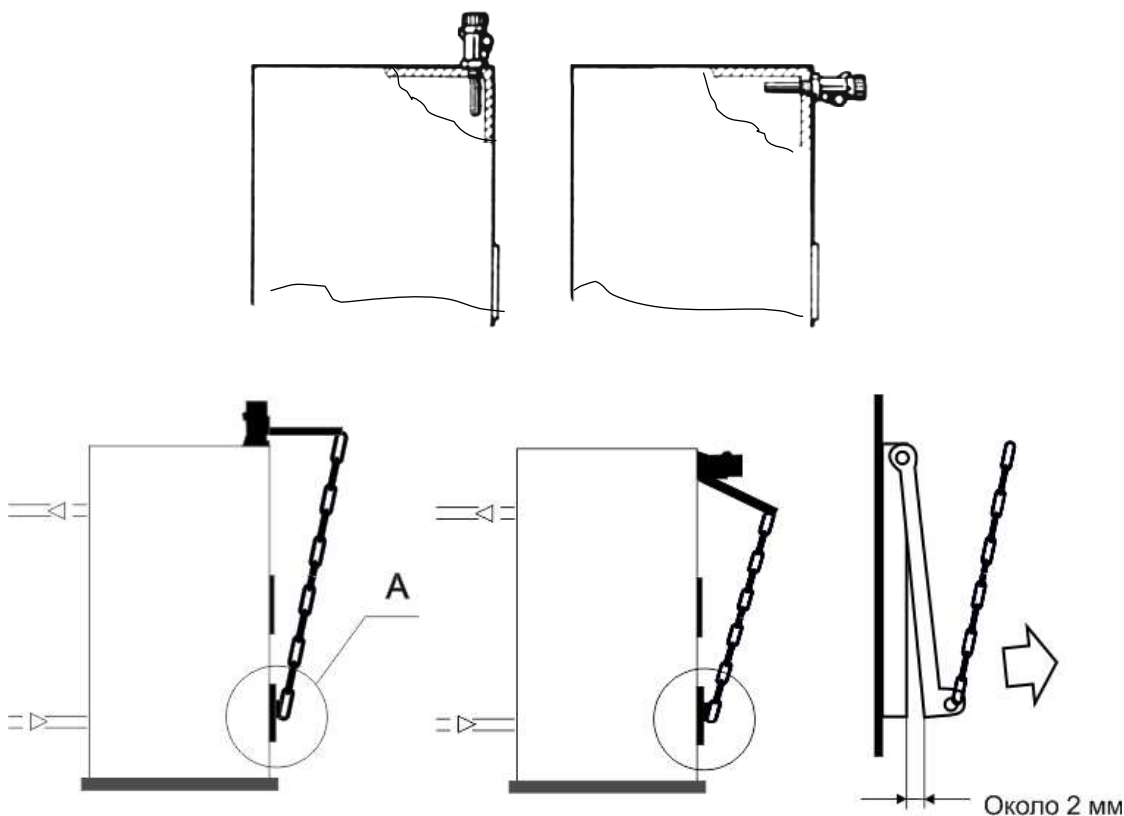

Рисунок 7 – Схема закрепления тягорегулятора на заслонке нижней дверцы Котла
– настройка тягорегулятора — нагреть Котел до 60°C (температура должна быть стабильной на протяжении не менее 30 минут), установить ручку настройки регулятора в положение, соответствующее показанию котлового термометра (в случае вертикальной установки следует использовать белые цифры), настроить цепь регулятора заслонки так, чтобы щель составляла примерно 2 мм ( см. рисунок 7 вид А).